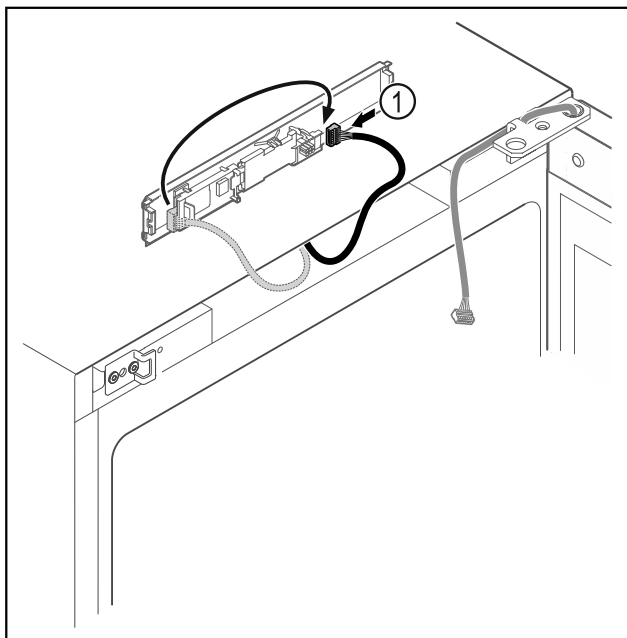

Fig. 21
- ▶ Ponovno spojite utikač Fig. 21 (1) na tiskanu pločicu.